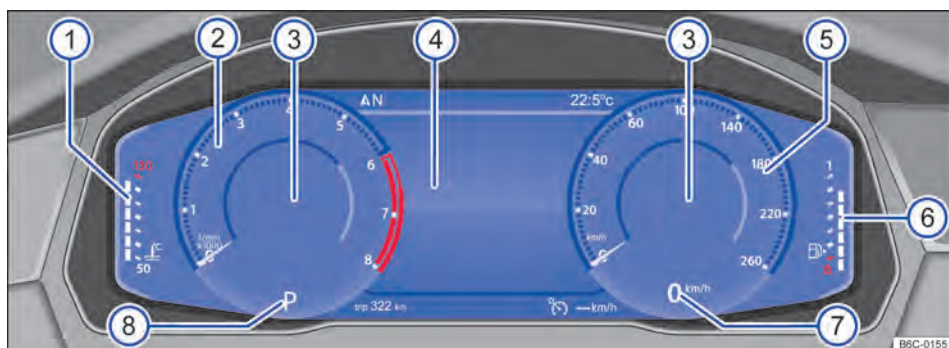

Fig. 9 Active Info Display no painel de instrumentos (variante 1).
Explicações sobre os instrumentos → Fig. 9
Dependendo da versão do rádio e do perfil de informação selecionado, o Active Info Display mostra informações adicionais no centro de instrumentos redondos → Fig. 9 ③.